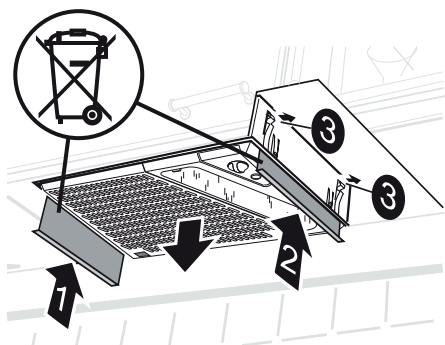

Fig. 5
Tryck upp demonteringsplåtarna (1 och 2) mellan spiskåpan och inbyggnadsramen, så att fjädrarna (3) frigörs. Dra ner spiskåpan från inbyggnadsramen, Fig. 5.